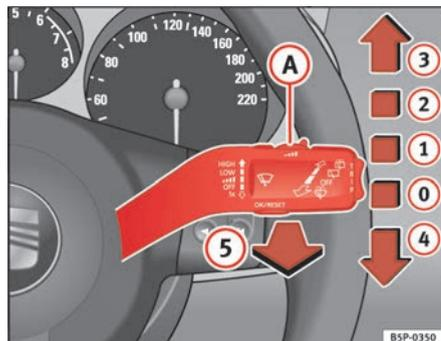

Abb. 82 Scheibenwischer- und Scheibenwascherhebel
Der Scheibenwischerhebel \Rightarrow Abb. 82 hat folgende Stellungen:
- Wenn bei eingeschalteter Wischerstufe **2** ⇒ Seite 122, Abb. 82 oder **3** das Fahrzeug anhält, wird automatisch auf die nächste Stufe heruntergeschaltet. Fährt das Fahrzeug wieder an, wird erneut auf die eingestellte Wischerstufe hochgeschaltet.